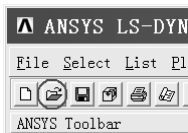

图 6-7 “OPEN ANSYS File” 按钮
(6) 单击“14.0: ANSYS Mechanical APDL Product Launcher [Profile:***La...”窗口中的“Run”按钮，弹出 ANSYS LS-DYNA 操作界面。
(7) 单击 ANSYS LS-DYNA 操作界面左上角处的“OPEN ANSYS File”按钮（见图 6-7），打开“D:\Ch6\drop hammer”目录中的“drop